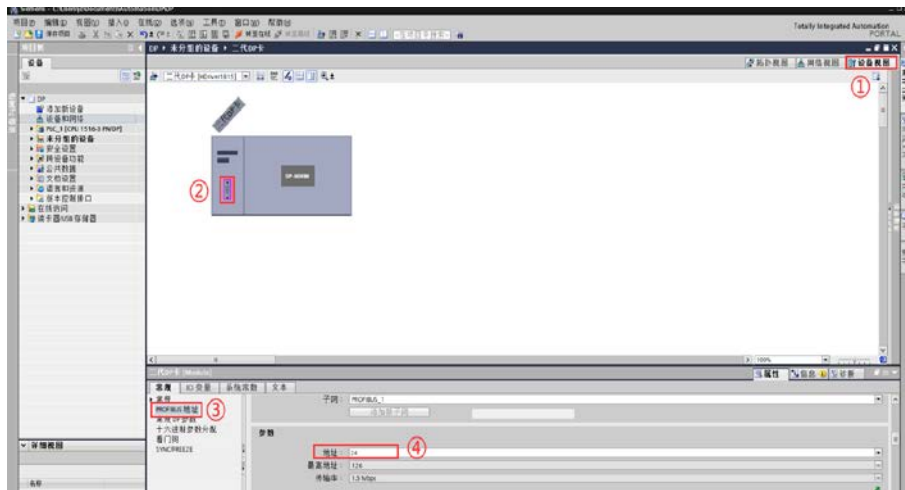

图 3.10 更改站点地址
5. 在设备视图下，选择对应的 DP 站点设备，选中该站点的 DP 接口，在其属性窗口选择【常规】选项卡内的【PROFIBUS 地址】项内，根据需求修改 DP 接口的参数中的【地址】，该值应该与 20 变频器后台参数 S-20.02【现场总线通讯从站地址】相同，如图 3.10 所示。